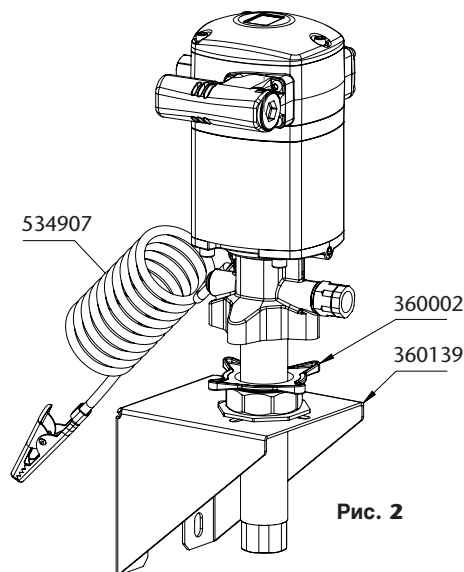

Рис. 2
- a. Настенная установка с помощью адаптера. Вставить насос в настенный кронштейн арт. (360139) и соединить его с адаптером арт. (360002) (Рис. 2).